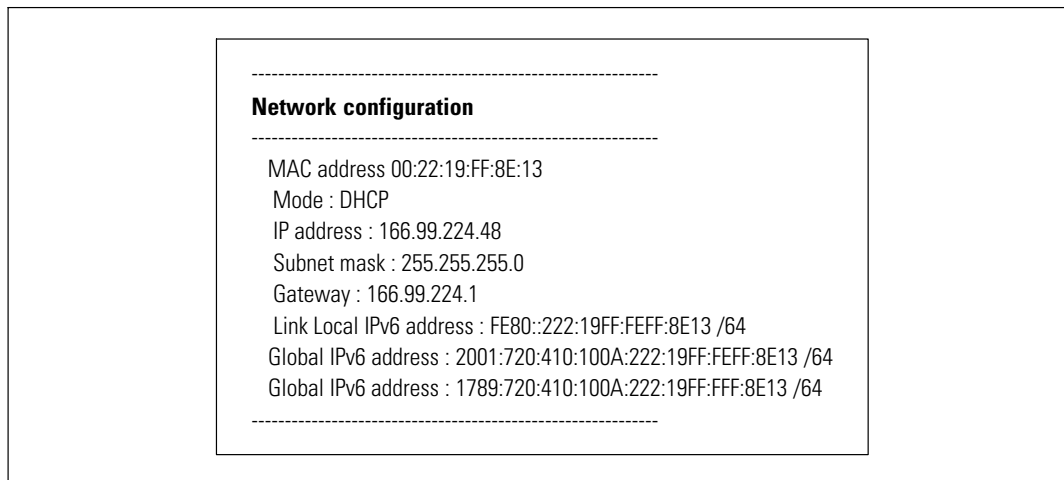

Рисунок 41. Возможность считывания настроек сети
- **Read Network settings:** Чтобы просмотреть настройки сети (см. Рисунок 41).